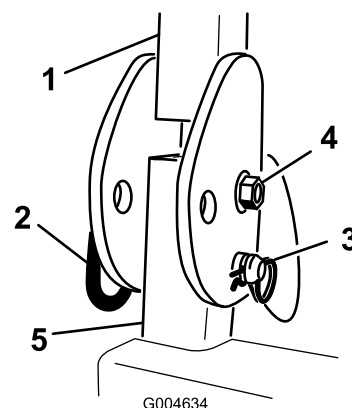

Figure 13
11. Positionnez l'arceau de sécurité sur les montants. Montez le boulon, l'écrou, la goupille fendue et la goupille qui fixent chaque partie de l'arceau aux montants (Figure 13).